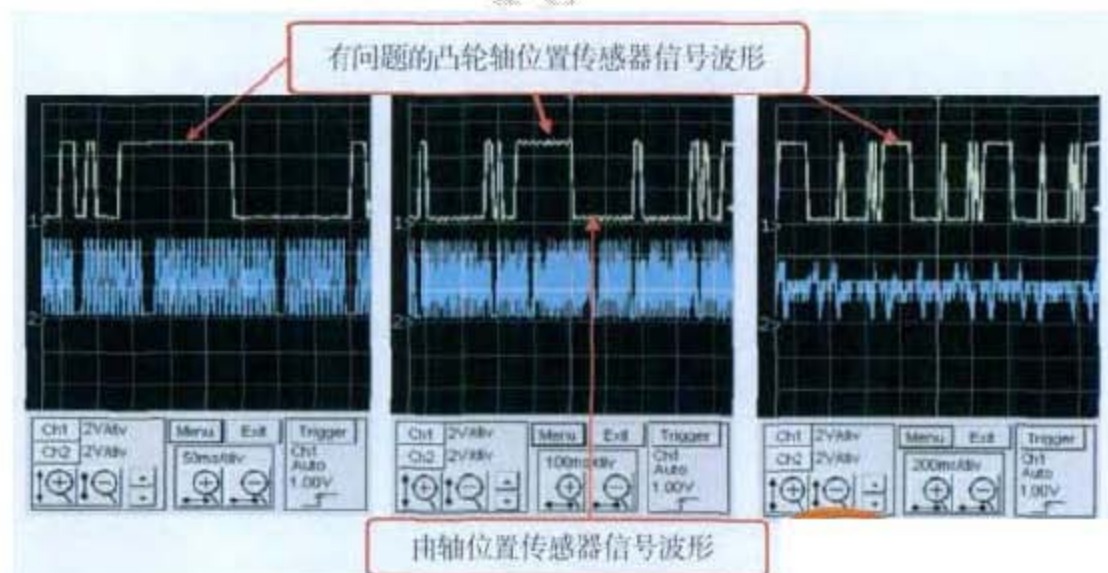
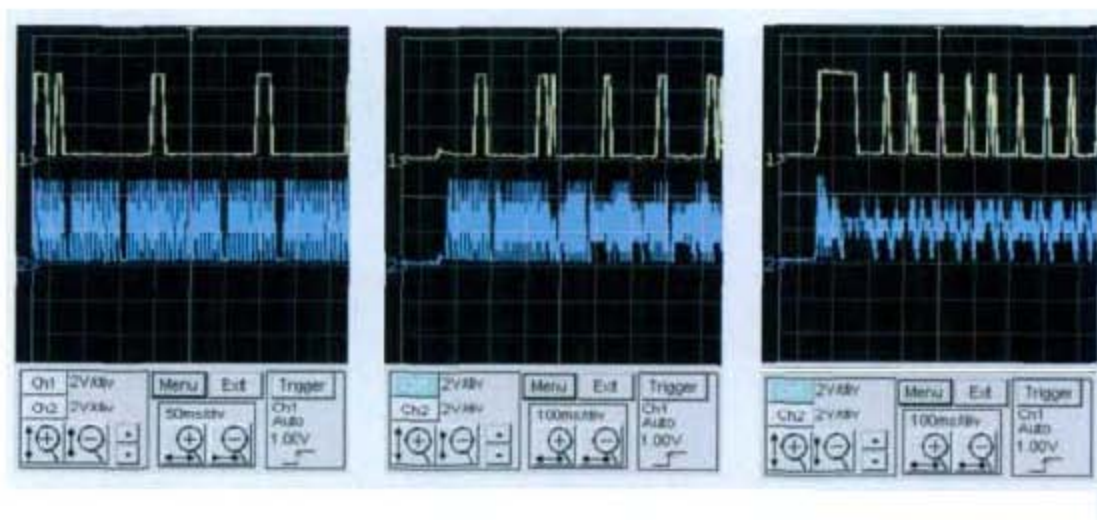

图 1
图 2
- 2). 连接SDT进行波形检测, 发现曲轴位置传感器信号波形正常, 但凸轮轴位置传感器信号波形存在问题(图 1)。正常情况下, 曲轴位置传感器和凸轮轴位置传感器的信号波形应如图 2 所示, 怀疑凸轮轴位置传感器信号齿轮存在故障。拆卸机油泵, 发现机油泵和曲轴配合面有烧蚀现象(图 3)。原来是机油泵不能正常工作, 导致VVT油压不正常, 启动时凸轮轴位置传感器信号异常, ECM接收到错误的凸轮轴位置传感器信号, 不输出点火信号, 导致发动机不能启动。